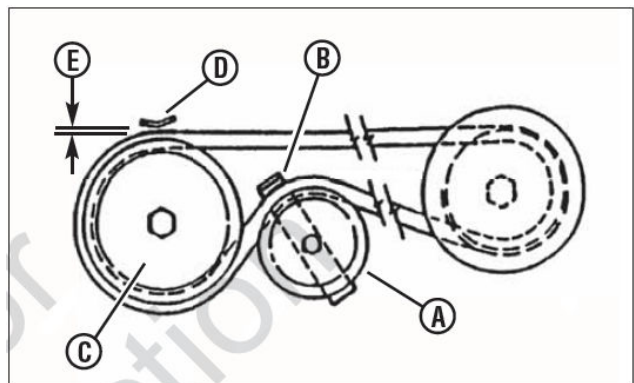

Рис. 46. Схема установки ремня на деках 25" и 30"
8. Снимите натяжной шкив (А, рис. 46 и 47).
9. Установите ремень на шкив вала (С). Убедитесь, что ремень вошел в направляющие шкивов вала (D) и холостого шкива (В). Установите ремень, как показано на рисунке.